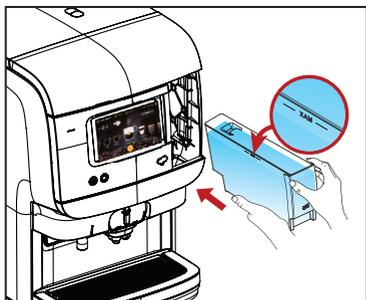

Fig.4
4. Remplissez le réservoir d'eau jusqu'au niveau MAX avec de l'eau fraîche et propre et replacez-le dans le distributeur. (Voir Fig.4)